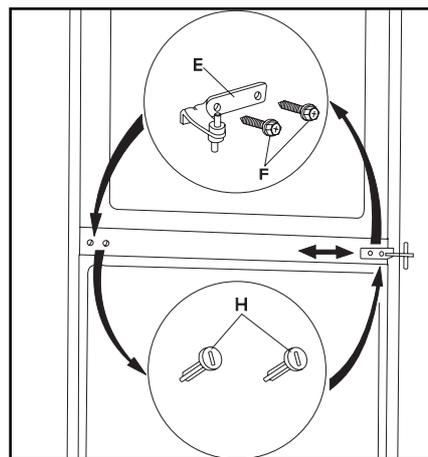

Abb.2
- Untere Tür vom mittleren Scharnier (E) abnehmen.
- Schrauben (F) am mittleren Scharnier herausdrehen und Scharnier (E) entfernen. (Abb.2)
- Obere Tür vom oberen Scharnierbolzen (G) abnehmen.
- Die Blindstopfen (H) abschrauben und an gegenüberliegender Seite montieren. (Abb.2)
- Mittleres Scharnier (E) mit zwei Schrauben (F) an gegenüberliegender Seite montieren. (Abb.2)